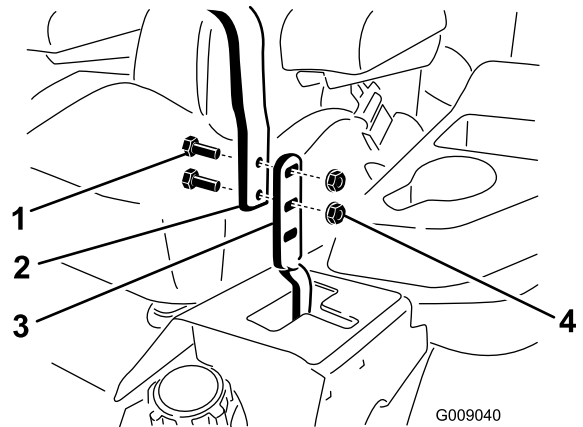

Figura 89
3. Afloje los pernos y las tuercas con arandela prensada de las palancas (Figura 89).